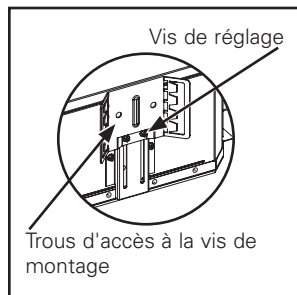
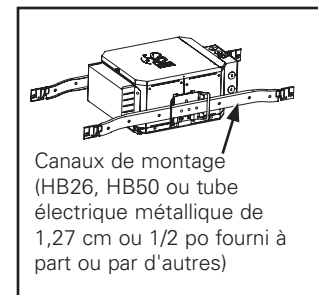

Figure 4.
Figure 5.
supports de suspension universels (Figure 4.). La hauteur de chaque support de suspension peut être ajustée en desserrant les deux vis d'ajustement, en choisissant la hauteur du crochet, et en resserrant les vis d'ajustement pour fixer le crochet en position.
- Cette plateforme de boîtier doit être soutenue par des rails porteurs ou toute autre structure pouvant supporter un poids de 4,5 kg (10 lb) (Figure 5.). Si l'espace entre les solives est plus étroit, retirez les supports de suspension universels en ajustant le support à la position la plus haute et en retirant les vis de montage (Figure 4.). Après avoir retiré les supports de suspension, remettez les vis de montage sur le boîtier pour maintenir l'étanchéité à l'air.